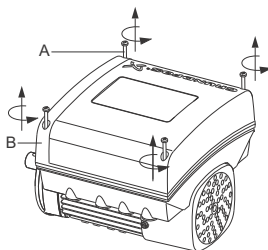

Рис. 59 Снятие крышки клеммной коробки
1. Открутите четыре винта (рис. 59, А) и снимите крышку клеммной коробки (рис. 59, В).
- Установите крышку клеммной коробки (рис. 59, В) и затяните по диагонали четыре монтажных винта (рис. 59, А) с моментом затяжки 6 Нм.